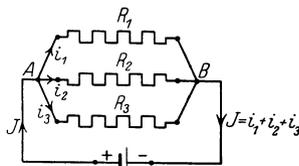

Abb. 12. Parallelschaltung von Widerständen zu Aufgabe 71.
71. Zwischen den beiden Punkten A und B der Abb. 12 herrscht ein Spannungsunterschied von $U_k = 24 [15] \text{ Volt}$. Der Strom teilt sich in A in drei Zweige mit den Widerständen $R_1 = 8 [7,5] \Omega$; $R_2 = 4 [3] \Omega$ und $R_3 = 6 [1,5] \Omega$.